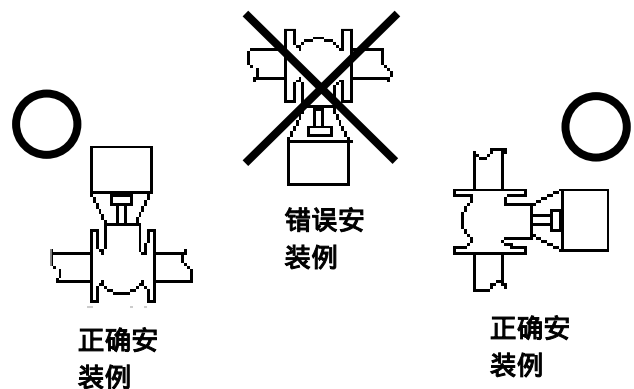

图4
- 6) 虽然操作器的安装姿势可以是垂直到横向（90度倾斜）的任何姿势，但安装本产品时要确保操作器的位置不得低于阀本体的位置。（参照图4）而且，安装在室外时，请采取直立安装姿势。